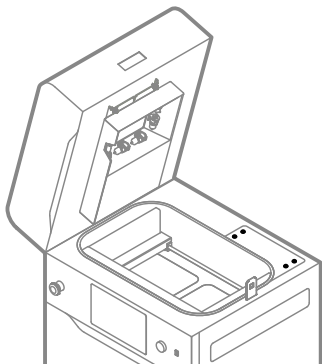

Abb. 12.71 Entferne vier Schrauben von der Zugangsklappe.
8. Entferne mit einem 2-mm-Inbusschlüssel die vier Schrauben, mit denen die Zugangsklappe auf der Oberseite des Druckers befestigt ist (Abb. 12.71).